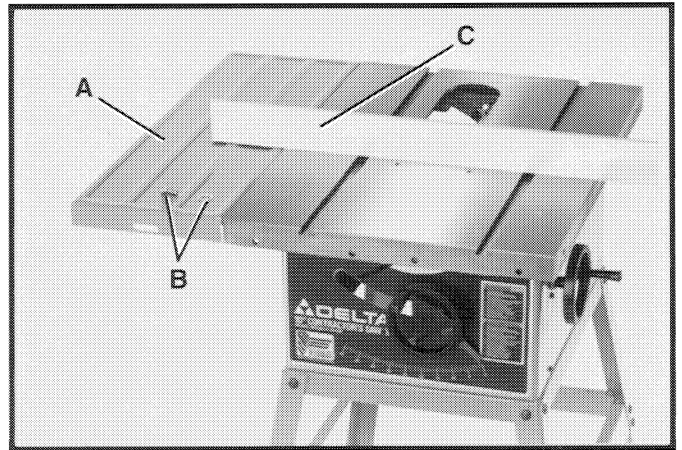

Fig. 20
1. Ensamble el ala de extensión izquierda (A) Fig. 20 a la mesa, utilizando los tres tornillos de cabeza hexagonal de 3/4 pulg. de largo y las arandelas planas con diám. int. de 7/16 pulg, de las cuales aparece una en (B). **IMPORTANTE:** Es muy importante que el ala de extensión (A) esté centrada entre los bordes delanteros y traseros de la mesa de la sierra y que la superficie superior del ala de extensión (A) esté nivelada con la mesa de la sierra. La Fig. 20 ilustra el uso de la guía (C) en calidad de regla.